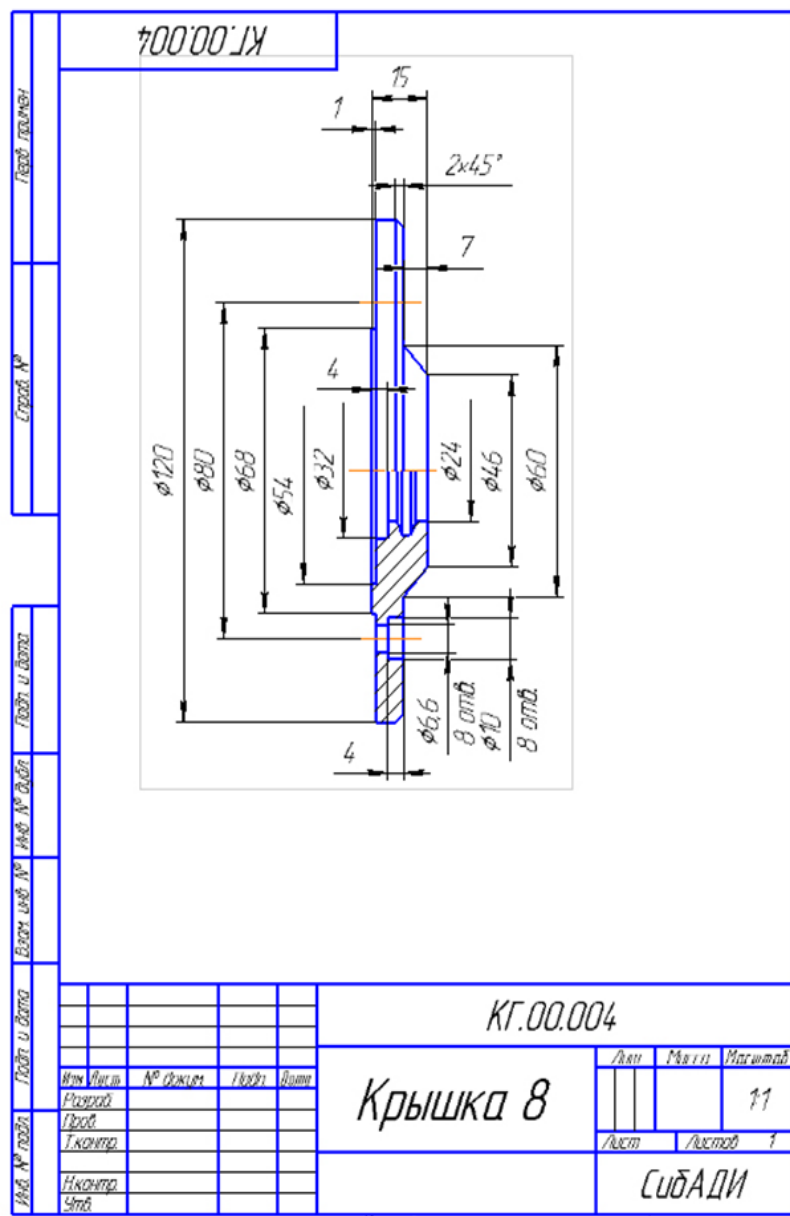

Рис. 4.18. Рабочий чертеж «Крышка 8»
- Откройте рабочий чертеж «Крышка 8», который находится в папке ... \Рабочие чертежи\ Крышка 8 \_ КГ.00.004 (рис. 4.18).